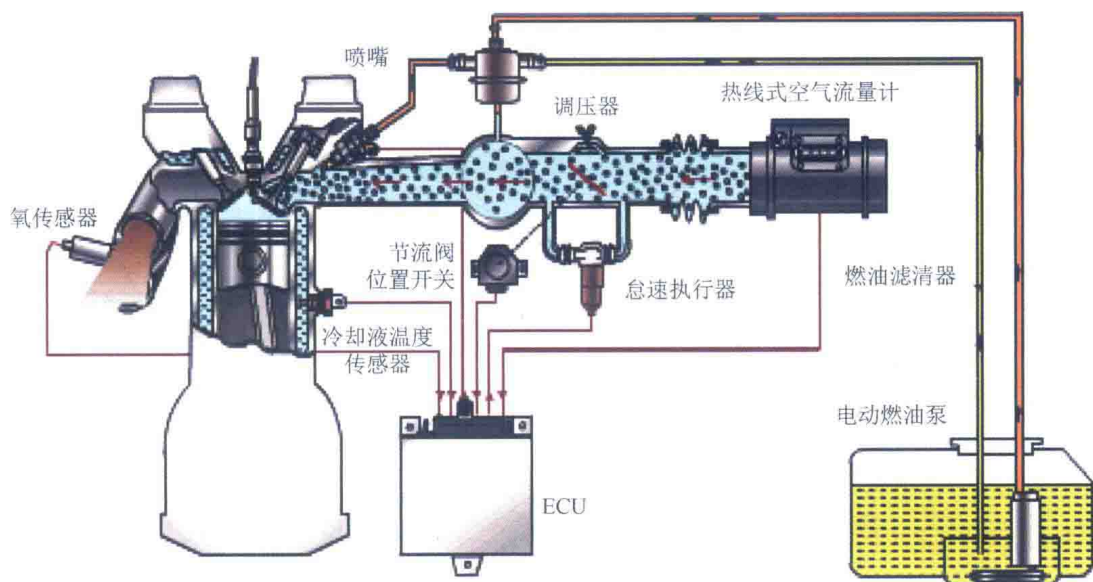

图 0-15 空气流量计直接计量式燃油喷射系统（L 型）
(2) 空气流量计直接计量式燃油喷射系统 (L 型)：如图 0-15 所示，用空气流量计直接检测进气歧管的空气进气量。该计量式用空气流量计检测空气进气量，测量精度较高。